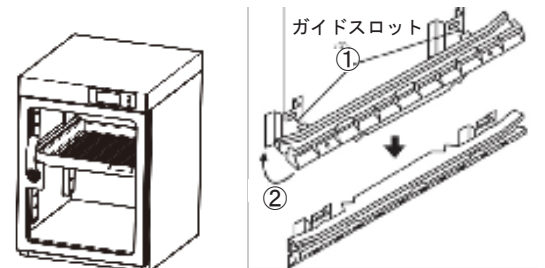

図 5. 棚板の取付方法
【引き出し棚タイプ：KDC-155】（図 5 参照）
2. ガイドスロット（図 5. ①）を上向きに 90° 回転させ、取り出します。
3. お好みの位置を探しガイドスロットをサポートバーへ挿入します。（図 5. ①）
4. ガイドスロットを 90° 下に向け、ガイドスロットがサポートバーに保持されていることを確認します。（図 5. ②）